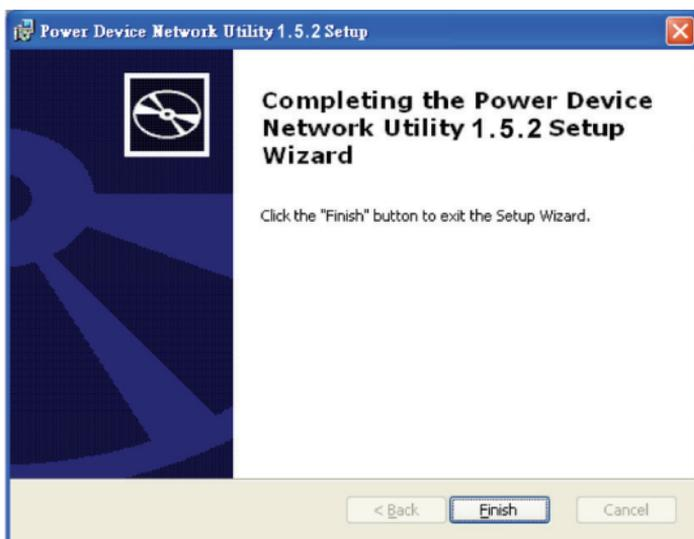

Figure 4
Étape 5. Sélectionnez **Finish** (Terminer) pour finaliser l'installation (Figure 4).